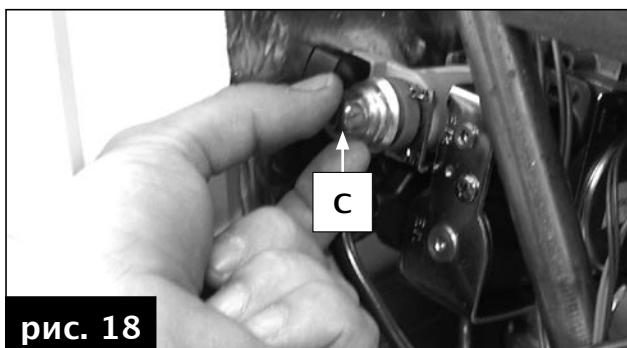

рис. 18
- снять пластмассовый колпачок C (Рис. 18), расположенный на бобине модулятора, который защищает регулировочные винты регулятора давления;
- для УВЕЛИЧЕНИЯ давления на горелке вращать латунную гайку K (Рис. 18б) ПО ЧАСОВОЙ СТРЕЛКЕ и для УМЕНЬШЕНИЯ давления вращать ее ПРОТИВ ЧАСОВОЙ СТРЕЛКИ
рис. 18б